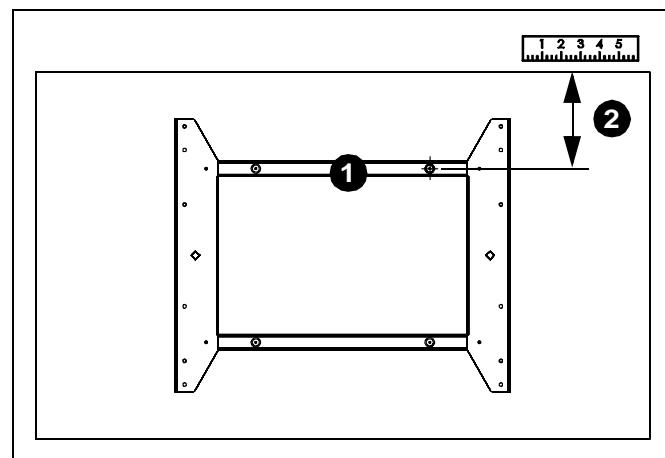

рис. 2
**ВАЖНО!** Если размер на рис. 2 превышает 342,9 мм (13,5"), перед монтажом монитора необходимо настроить лицевую панель. Если размер на рис. 2 не превышает 342,9 мм (13,5"), перейдите к разделу *Монтаж и прокладка кабеля* ниже.
Вычтите 13,5" дюймов из размера, указанного на рис. 2. Разницей является общая величина, на которую необходимо настроить положение лицевой панели.